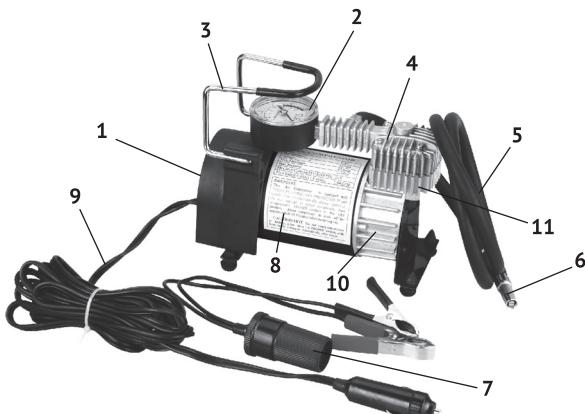

рис.1
Выключатель компрессора (рис.1 поз.1), имеет два фиксированных положения «1» - включено и «0» - выключено.
1.6 Общий вид компрессора представлен на рис.1
1.7 Коллекторный двигатель постоянного тока расположен горизонтально в металлическом корпусе (рис.1 поз.8). Вращательный момент с якоря электродвигателя шатуном преобразуется в возвратно-поступательное движение поршня. Цилиндр с клапанной коробкой расположены вертикально в металлическом корпусе картера (рис.1 поз.10). На корпусе блока цилиндра (рис.1 поз.11) закреплена головка блока (рис.1 поз.4) с выпускным клапаном, выполняющая также функцию отведения тепла от цилиндра во время работы.
По манометру (рис.1 поз.2) осуществляется постоянный контроль давления в шине.
На выходной штуцер (рис.1 поз.6) воздушного шланга (рис.1 поз.5) накручивается одна из 3-х универсальных насадок для подкачки (накачивания) шин (мячей, лодок, игрушек).
Кабель питания (рис.1 поз.9) подключается к прикуривателю автомобиля, при установке переходника (рис.1 поз.7) компрессор подключается зажимами к клеммам аккумулятора автомобиля.